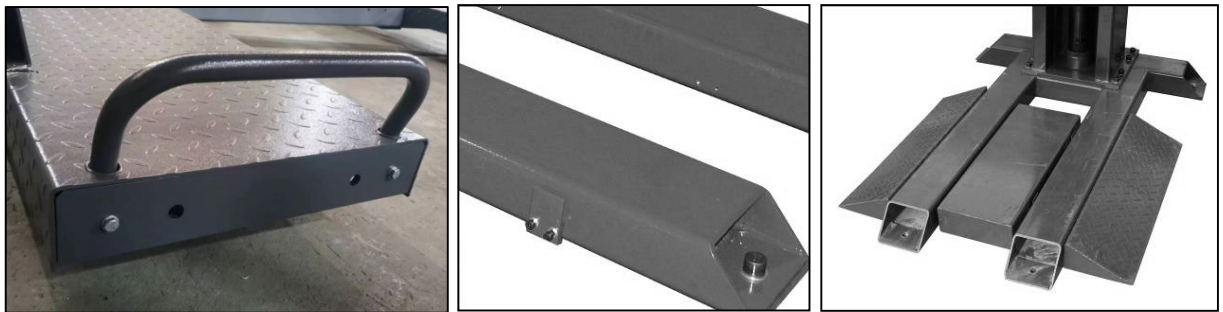

Figura : 11, 12, 13 Protección antivuelco y rampa de acceso
- 12) Fije la protección antivuelco al extremo de la calzada (Fig. 11). Atornille la viruta de fijación de la rampa de acceso a la placa base. A continuación, fije las rampas de acceso y la barra central. (Fig. 12, 13)